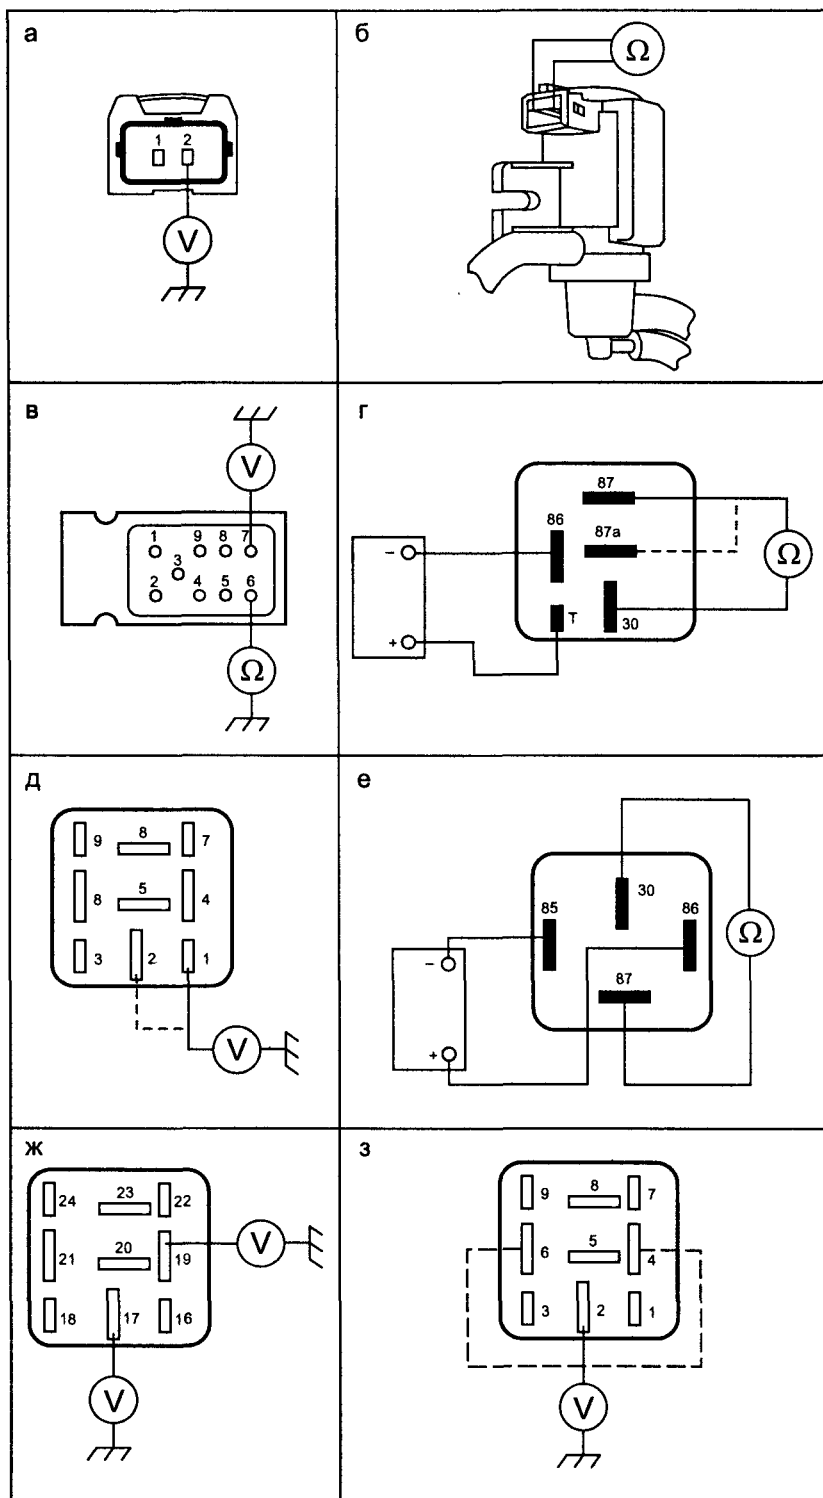

Рис. 1.4.12. Контроль выпуска ОГ и система обеспечения ЭСУД
- отключить разъем клапана EGR и при включенном зажигании проверить наличие напряжения +12 В на контакте 2 разъема жгута клапана (см. рис. 1.4.12а). Если +12 В отсутствует, проверить предохранитель F2, реле K46, замок зажигания и соответствующие соединения;
- проверить сопротивление обмотки соленоида клапана EGR, контакты 1—2 разъема клапана, его величина должна быть в пределах 14...20 Ом (см. рис. 1.4.12б);
- отключить разъем ТНВД и, включив зажигание, проверить наличие напряжения 12 В на контакте 7 9-контактного разъема ТНВД (см. рис. 1.4.12в), а на контакте 6 — «земли». Если +12 В отсутствует, проверить реле К46, замок зажигания и соответствующие соединения;
- извлечь главное реле питания ЭСУД (К46) из разъема, собрать диагностическую схему (см. рис. 1.4.12г) и проверить его срабатывание: контакты 87—30 должны замкнуться при подключении питания к контактам 86-Т;
- проверить напряжение на контактах 1 и 2 колодки главного реле питания ЭСУД, там всегда должно быть 12 В (см. рис. 1.4.12д), если +12 В отсутствует, проверить замок зажигания и соответствующие соединения;
- извлечь реле свечей накаливания (К22) из разъема, собрать диагностическую схему (см. рис. 1.4.12е) и проверить срабатывание реле: контакты 87—30 должны замкнуться при подаче питания на контакты 85—86;
- проверить напряжение на контактах 19 (12 В при включенном зажигании) и 17 (всегда 12 В) колодки реле свечей накаливания (см. рис. 1.4.12ж). Если питание отсутствует, проверить замок зажигания и соответствующие соединения;
- извлечь реле FTP (К266) из разъема, собрать диагностическую схему (см. рис. 1.4.12е) и проверить его срабатывание, контакты 87—30 должны замкнуться при подаче питания на контакты 85—86;
- проверить напряжение на контактах 2, 4, 6 (12 В при включенном зажигании) реле FTP (см. рис. 1.4.12з). Если питание отсутствует, проверить реле К46, замок зажигания и соответствующие соединения.